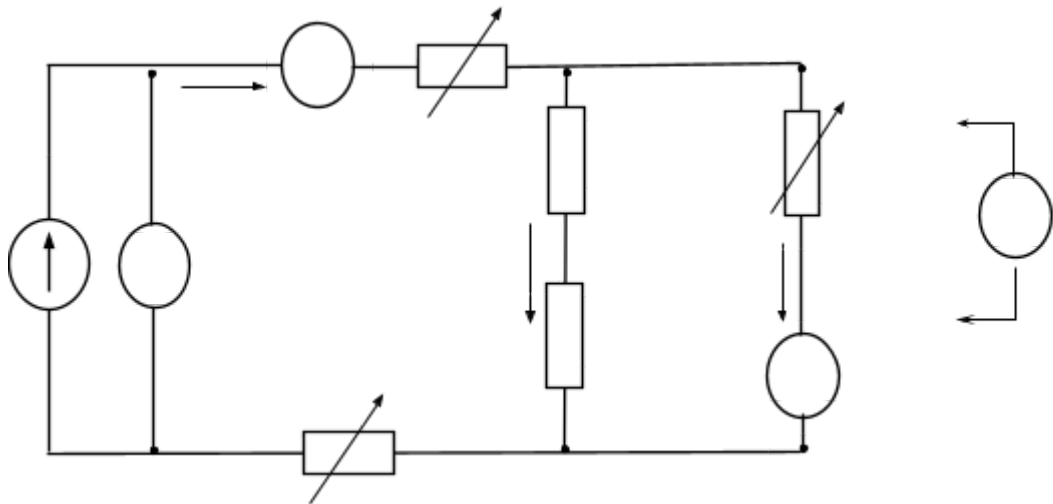

Рис. 6. Схема линейной электрической цепи постоянного тока со смешанным соединением элементов
7. Соберите цепь со смешанным соединением резисторов (рис. 6). В качестве резисторов $R1, R2, R3$ используйте резисторы блока «Резисторы / Активная нагрузка», а в качестве $R4, R5$ – резисторы модуля «Диоды, резисторы, конденсаторы», выбрав их сопротивления в соответствии с заданным вариантом (табл. 5). В качестве амперметров $PA1 – PA2$ используйте ампервольтметры модуля «Измерительные приборы» в режиме DC. Для измерения напряжений на резисторах используйте один из мультиметров. Представьте схему для проверки преподавателю.